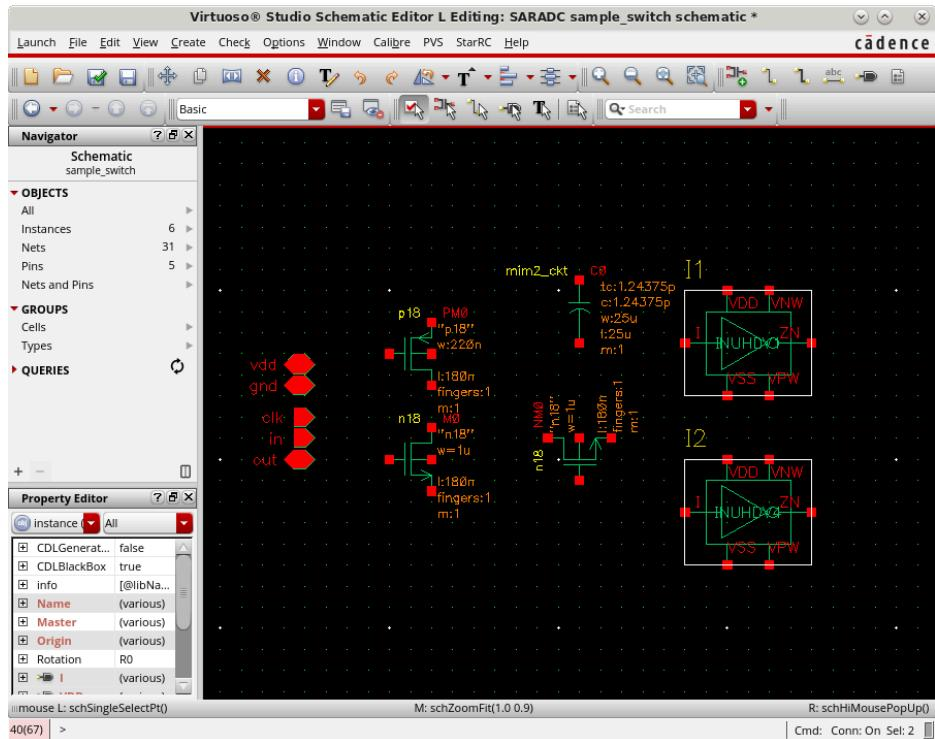

图 89 反相器实例化
11. 点击 Schematic 视图中的空白处，将 $1 \times$ 反相器实例化。同理，再添加 $4 \times$ 反相器 `INUHDV4`，如图 89 所示。然后按键盘上的 `esc` 键关闭对话框。